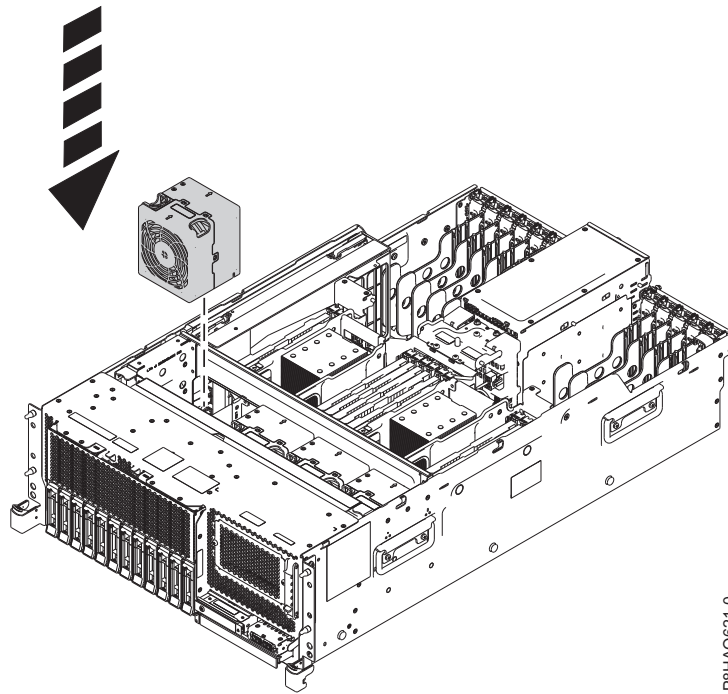

Figure 5. Remplacement du ventilateur dans un système monté en armoire
- a. Appuyez sur les points tactiles ocre du ventilateur et abaissez le ventilateur dans l'emplacement du boîtier de ventilation, pour un système monté en armoire, comme illustré à la figure 5, à la page 7.
- b. Relâchez les points tactiles et appuyez sur le ventilateur pour l'insérer, puis le bloquer. Voir figure 5, à la page 7.